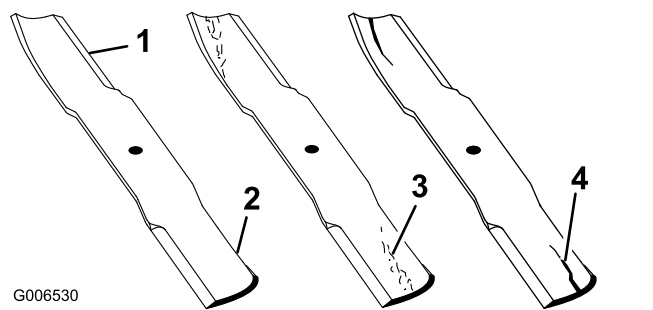

Figura 104
1. Inspeccione los filos de corte (Figura 104).
4. Si observa fisuras, desgaste o la formación de una ranura en esta zona, instale de inmediato una cuchilla nueva (Figura 104).